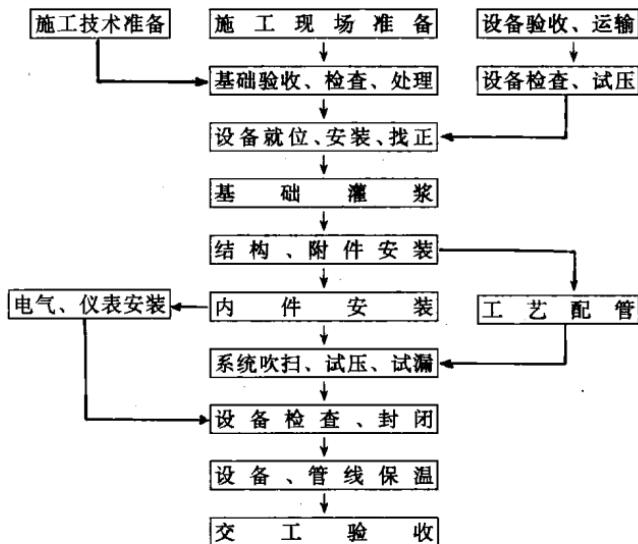
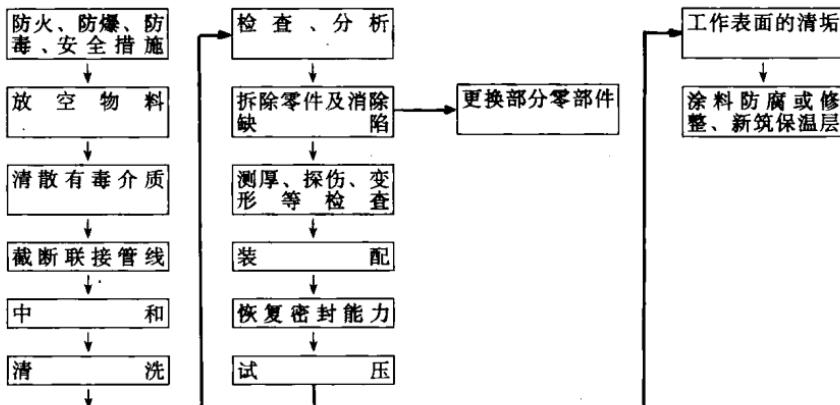

图 1-1 化工设备安装工艺程序图
图 1-2 化工设备的修理工艺程序图
1. 化工设备的安装、修理工艺程序见图 1-1 和图 1-2。